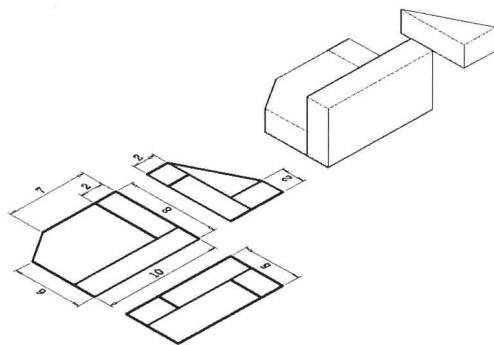

图 9-5-11
(2) 在“视图”面板中选择“西南等轴测”视图，在“建模”面板中单击“按住并拖动”按钮，创建三维实体并移动位置，如图9-5-11所示。